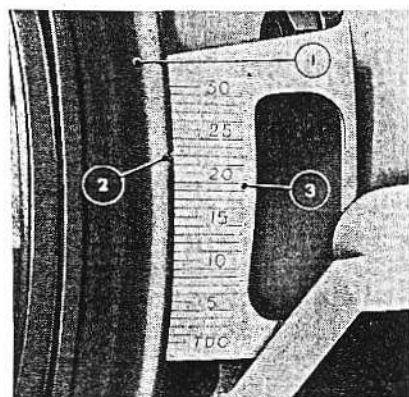

Fig. 38
3. Controleer de afsteltekens op de krukaspulley of op het vliegwiel (fig. 38) en draai, indien nodig, de motor totdat het afstelteken staat op het 22° merkteken op de schaalverdeling.